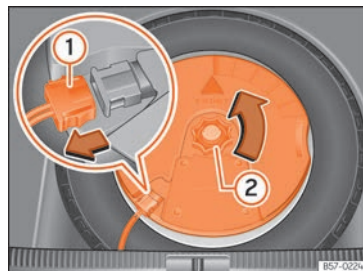

Abb. 318 Im Gepäckraum: Subwoofer ausbauen.
- Klemmen Sie das **Subwoofer-Lautsprecher-Kabel** ab »» **Abb. 318 ①**.
- Drehen Sie das Befestigungshandrad entgegen dem Uhrzeigersinn heraus **②**.